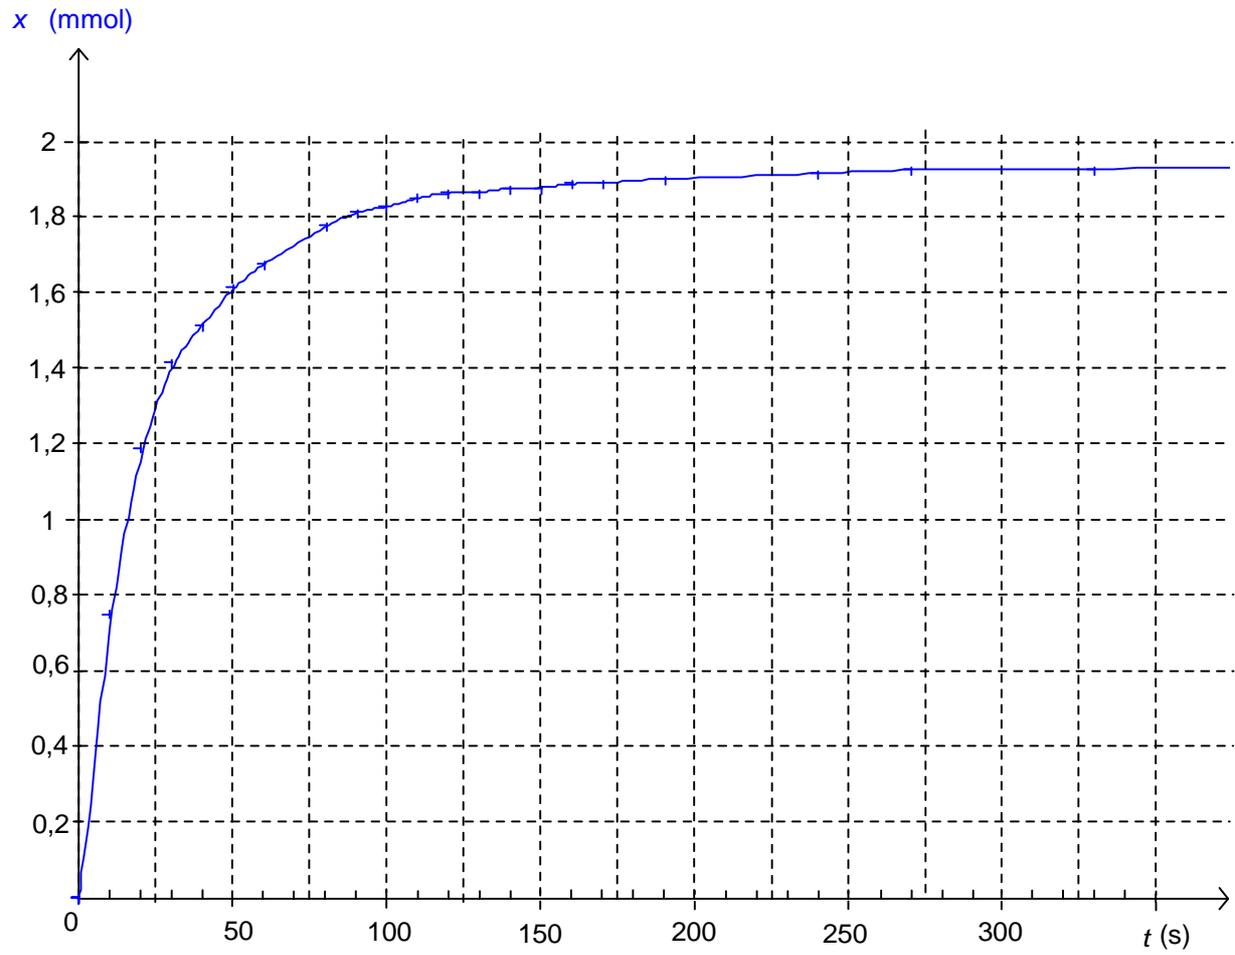

Figure A3. Courbe d'évolution de l'avancement au cours du temps
LA FIGURE A3 DE L'ANNEXE représente l'évolution de l'avancement au cours du temps.
3.3. Vérifier que cette valeur est en accord avec **LA FIGURE A3 DE L'ANNEXE**.
3.4. Déterminer graphiquement le temps de demi-réaction $t_{1/2}$. La méthode doit apparaître **SUR LA FIGURE A3 DE L'ANNEXE**.
3.5. Comment évolue la vitesse volumique de réaction au cours du temps ? Justifier votre réponse à l'aide de **LA FIGURE A3 DE L'ANNEXE**.